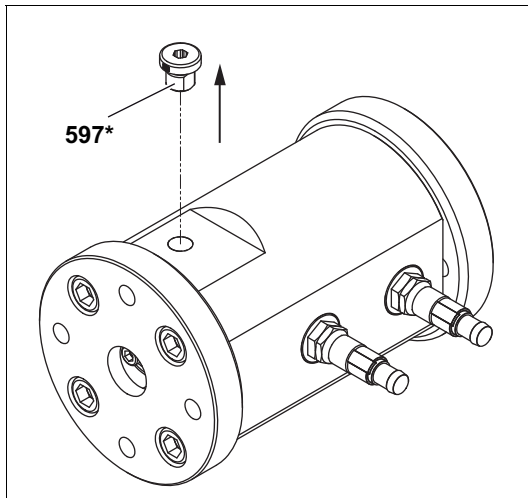

Abb. 9 Verschlusschraube entfernen
1. Verschlusschraube **597*** entfernen, siehe Abb. 9, Seite 16.